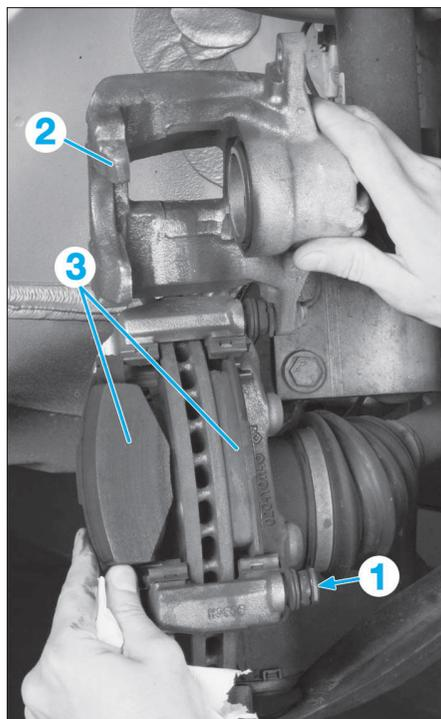

FIG. 5
- Déposer la vis (1) (Fig.5).
- Déposer les vis (2) (Fig.5) puis le disque de frein.